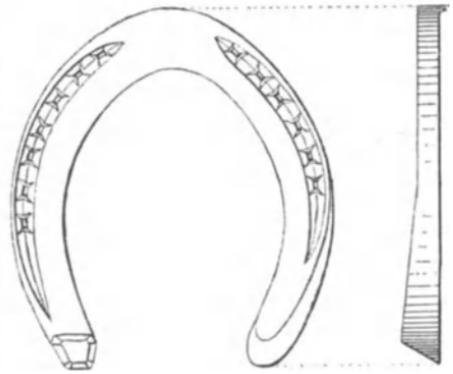

Abb. 52. Hinterstreicheisen.
b) Das Hinterstreicheisen. Der innere Schenkel ist bodeneng geschmiedet, vom letzten Nagelloch an seitlich zusammengedrückt, so daß er so hoch wird wie der äußere Stollenschenkel. Der Streichschenkel muß flacher gelocht sein, da er enger gerichtet wird. Beide Streichschenkel müssen gleich schwer sein (Abb. 52).